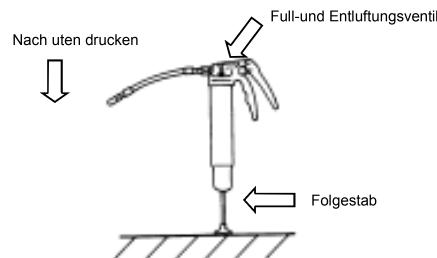

Fig 5
3) Stellen Sie die Presse mit dem Folgestab nach unten auf eine ebene Fläche, drücken die Presse fest nach unten (siehe Fig. 5). Etwas Fett wird austreten bevor die Luft austritt.